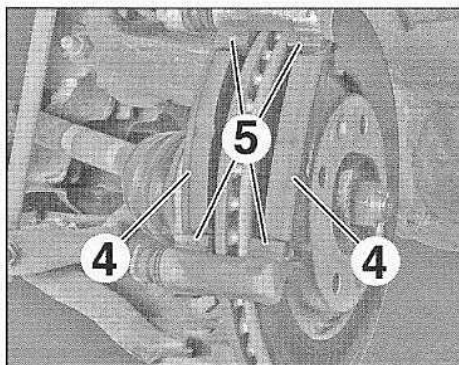

FIG.6
- Déposer (Fig.6) :
- les plaquettes de frein (4),
- les cales (5).